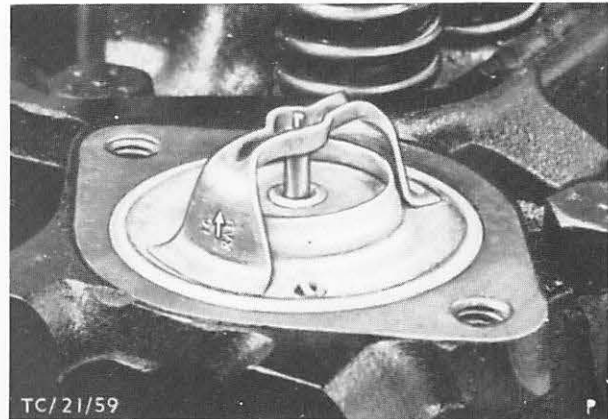

Abb. 73 Einbaulage – Thermostat
65. Thermostat in den Zylinderkopf einsetzen, Abb. 73. Dichtung auflegen und Wasserstutzen anschrauben.